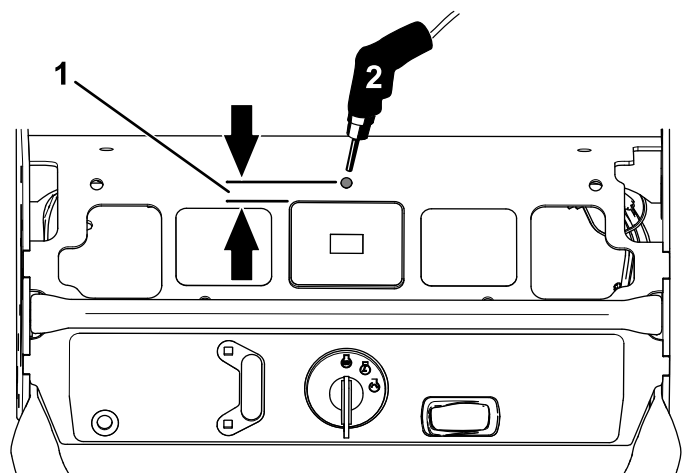

Figur 6
5. Sæt stikket i vippekontaktstikket (Figur 6).